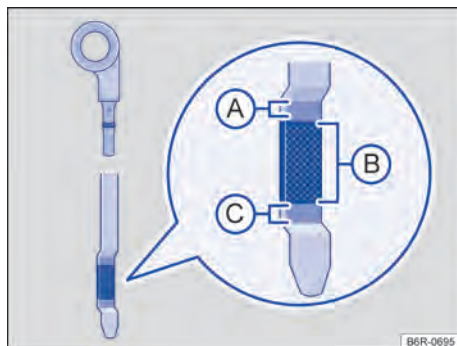

Fig. 146 Varetas de medição do óleo com marcas de nível do óleo do motor.
Em caso de alta demanda do motor, o nível do óleo do motor deve estar o mais próximo possível da área → Fig. 146 (A) – sem ultrapassar, como, por exemplo, em longas conduções em estrada durante o verão ou durante travessias de montanhas.
Legenda para → Fig. 146:
7. Retirar novamente a vareta de medição do óleo e ler o nível do óleo do motor na vareta de medição → Fig. 146 da seguinte maneira:
13. No final do processo de abastecimento do óleo, o nível do óleo do motor deve estar, ao menos, no meio da área → Fig. 146 , mas jamais acima da área  → Página 195.
14. Se, por descuido, tiver sido reabastecido excesso de óleo do motor e se, depois disso, o nível do óleo se encontrar acima da faixa → Fig. 146 , **não dar partida no motor**. Procurar uma Concessionária Volkswagen ou uma empresa especializada.
- Não ligar o motor se o nível do óleo do motor estiver acima da área → Fig. 146 . Procurar uma Concessionária Volkswagen ou uma empresa especializada. Caso contrário, o catalisador e o motor podem ser danificados!
O nível do óleo do motor não deve em nenhuma hipótese ultrapassar a área → Fig. 146  . Com o nível acima dessa área, o óleo pode ser aspirado pela ventilação do cárter, sendo lançado na atmosfera pelo sistema de escape. Além disso, o óleo pode ser queimado dentro do catalisador, danificando-o.